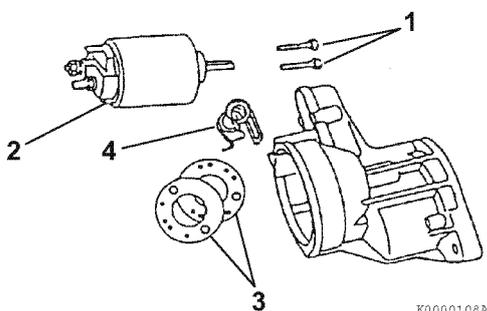

Figure 11-7
7. Retirez les deux boulons M6 (1, Figure 11-7) qui retiennent l'ensemble de commutateur magnétique (2, Figure 11-7) sur le carter d'engrenage. Retirez l'ensemble de commutateur magnétique, le(s) cache(s) antipoussière (3, Figure 11-7) et le ressort de torsion (4, Figure 11-7) du carter d'engrenage.